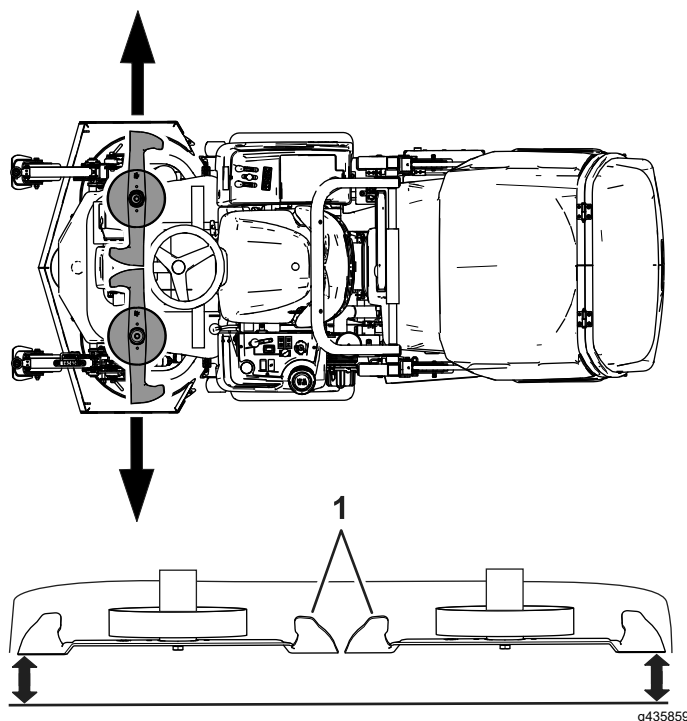

Figura 102
3. Alinee una cuchilla lateral a la posición más exterior (Figura 102).
4. Mida la distancia entre el suelo y el punto más externo del borde de corte de la cuchilla (Figura 102).
5. Alinee la cuchilla lateral en el otro lado de la unidad de corte con la posición más exterior (Figura 102).
6. Mida la distancia entre el suelo y el punto más externo del filo de corte de la cuchilla con un bloque indicador (Figura 102).
8. Mida el punto más exterior de los filos de corte de las cuchillas (Figura 102).